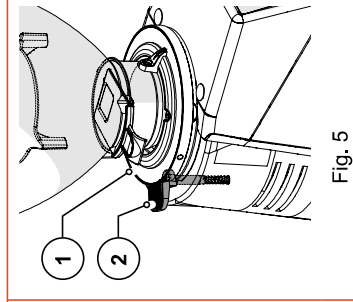

Fig. 5
- **Levier de blocage de la frette (Fig. 5)**